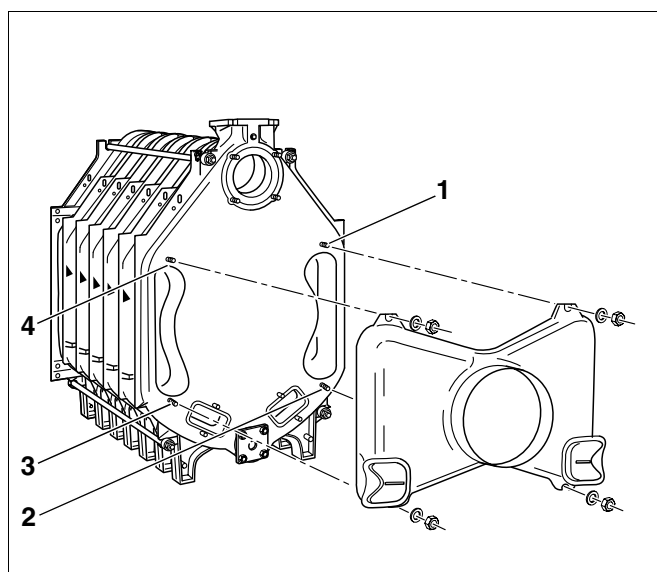

Рис. 29 Установка сборного коллектора дымовых газов
- Сборный коллектор дымовых газов надеть на четыре шпильки, находящиеся на задней секции котла (рис. 29, **поз. 1 - 4**), установить шайбы и закрепить гайками.